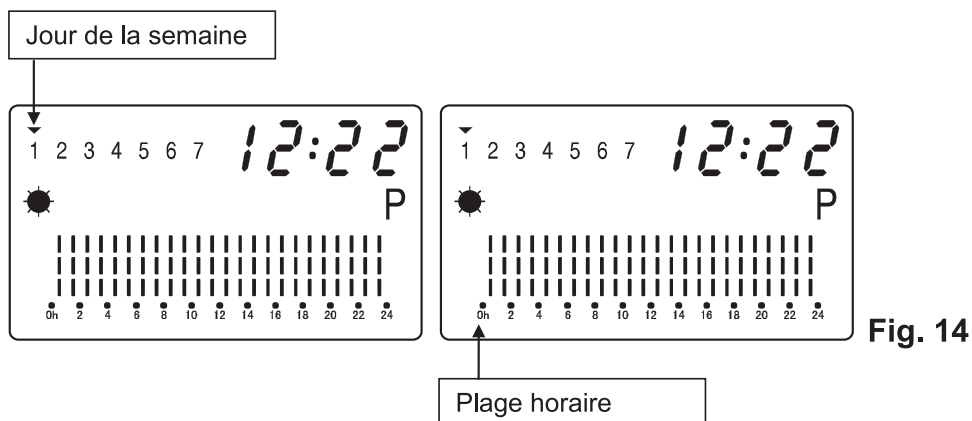

Fig. 14
5. Le curseur  indique le jour de la semaine à paramétrer, la plage horaire à régler clignote. (Fig. 14)